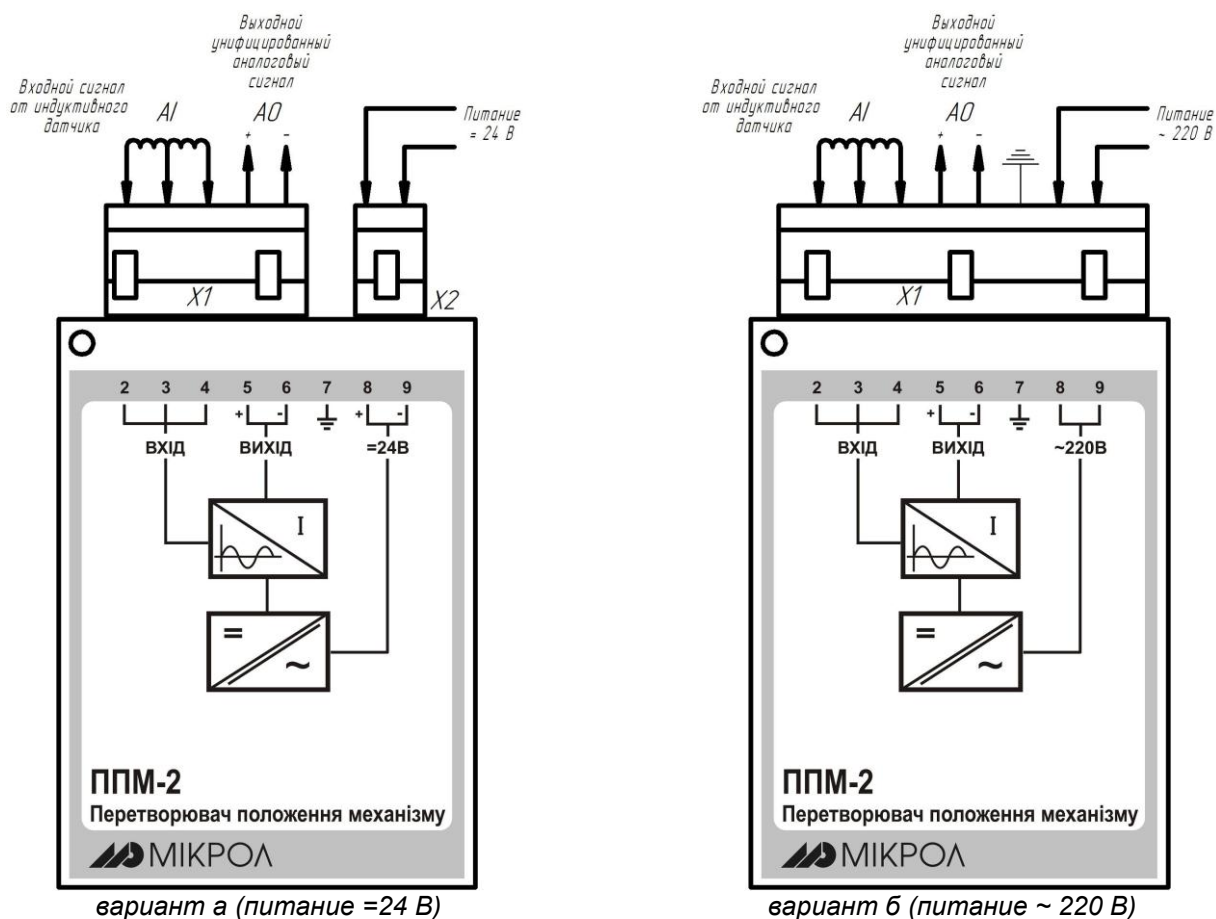

Рисунок 4.2 – Схема внешних соединений ППМ-2
- соединенными контактами 2,3,4 и 5,6 - соединителя X1; 8,9 - соединителя X2 - для преобразователя с питанием 24 В (см. рис. 4.2.а),
- соединенными контактами 2,3,4; 5,6 и 8,9 - соединителя X1 - для преобразователя с питанием 220 В (см. рис. 4.2.б).